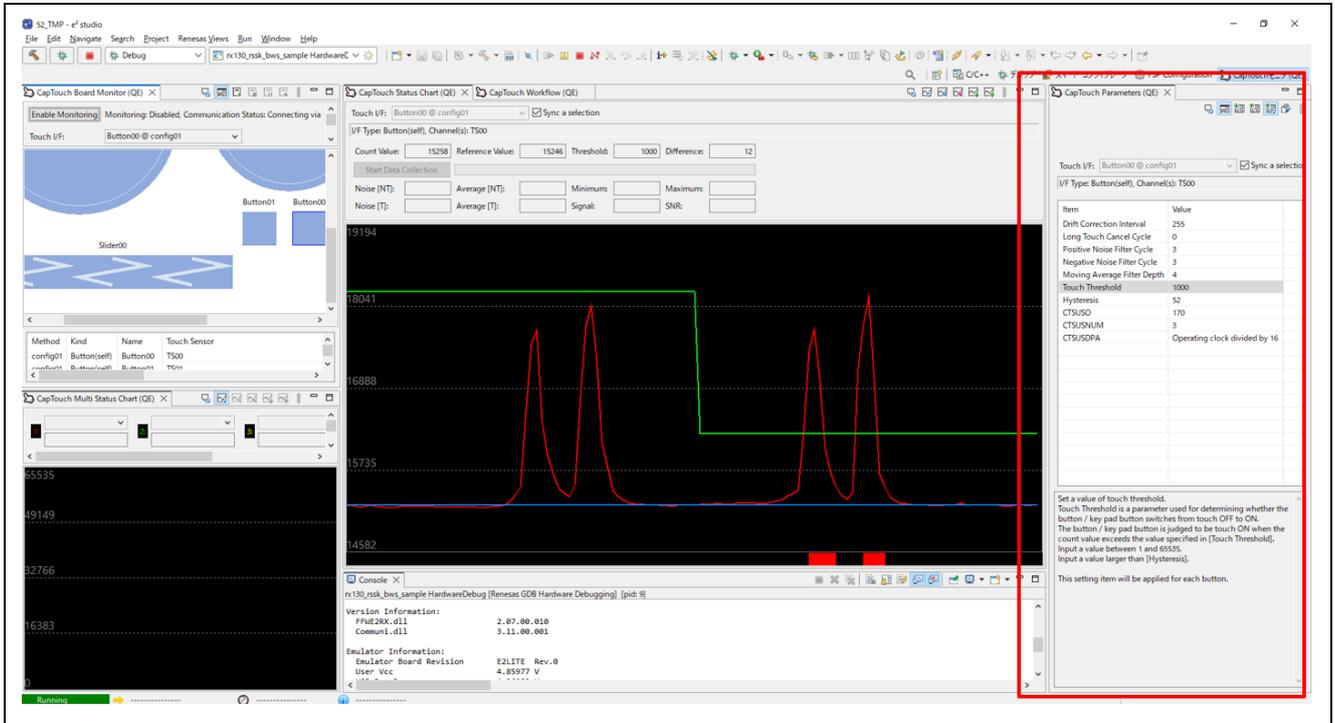

图 7.3 通过 QE for Capacitive Touch 进行的手动调整
在 QE for Capacitive Touch 中的 “CapTouch Parameters (QE)”（图 7.3 中的红框内）进行手动调整。例如，如果想让按键反应更灵敏，可以降低 “触摸阈值” 的值。在这里，触摸阈值从 3000 降到了 1000。图 7.3 中的红线代表计数值，蓝线代表参考值，绿线代表触摸阈值。从图中可以看出，同一个计数值在触摸阈值为 3000 时不会触发 ON，但当触摸阈值为 1000 时，该计数值会触发 ON。